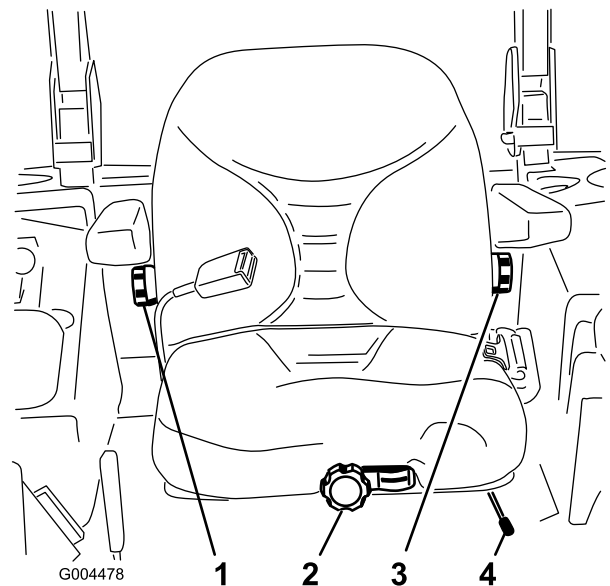

Bild 35
1. Wenn Sie den Sitz verstellen möchten, bewegen Sie den Hebel zum Entriegeln des Sitzes zur Seite (Bild 35).
Setzen Sie sich nicht auf den Sitz und drehen Sie das Handrad zum Verstellen an der Vorderseite solange, bis der gewünschte Komfort erreicht ist (Bild 35).
Drehen Sie zum Verstellen das Handrad unter der rechten Armlehne solange in eine Richtung, bis der gewünschte Komfort erreicht ist (Bild 35).
Drehen Sie zum Verstellen das Handrad unter der linken Armlehne solange in eine Richtung, bis der gewünschte Komfort erreicht ist (Bild 35).